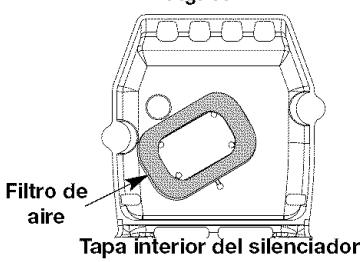

Fig. 14
- Si se instalan correctamente, las cuatro líneas tendrán la misma longitud (Fig. 14).
- Gire la tapa y ubique el filtro de aire adentro. Saque el filtro de aire de adentro de la tapa del filtro de aire / silenciador (Fig. 14).